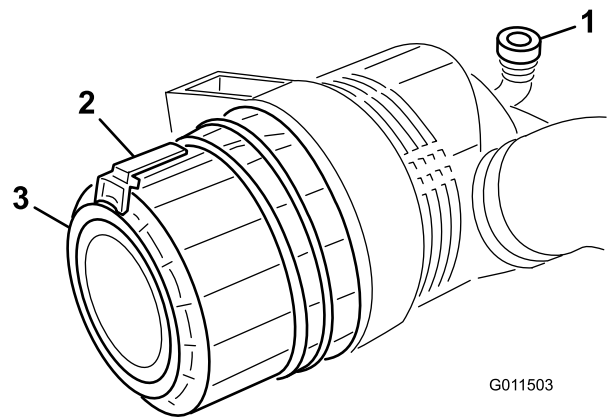

Bild 70
1. Ziehen Sie den Riegel nach außen und drehen Sie die Luftfilterabdeckung nach links (Bild 70).
7. Setzen Sie die Abdeckung ein, richten Sie das Gummiablassventil (Bild 70) nach unten, ungefähr zwischen 17.00 Uhr und 19.00 Uhr (vom Ende her gesehen). Sichern Sie die Lasche.